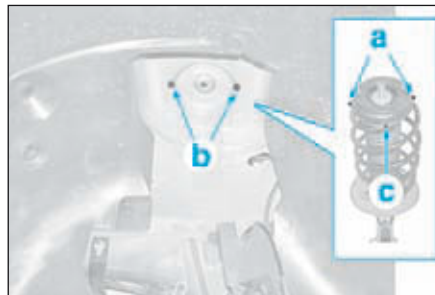

FIG.8
- Positionner l'élément de suspension de manière à ce que les bossages (a) se placent dans les empreintes (b) et que l'ergot (c) soit orienté vers l'extérieur du passage de roue (Fig.8).